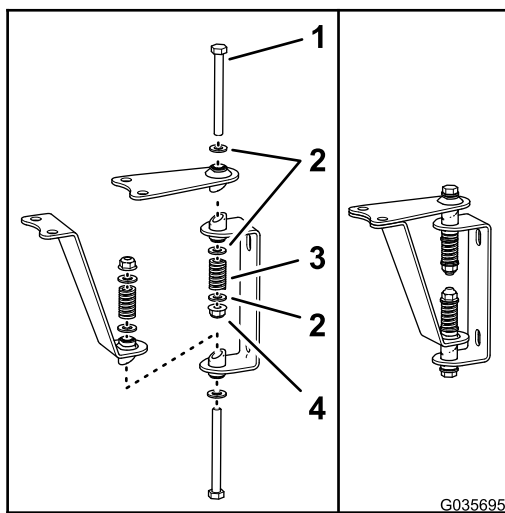
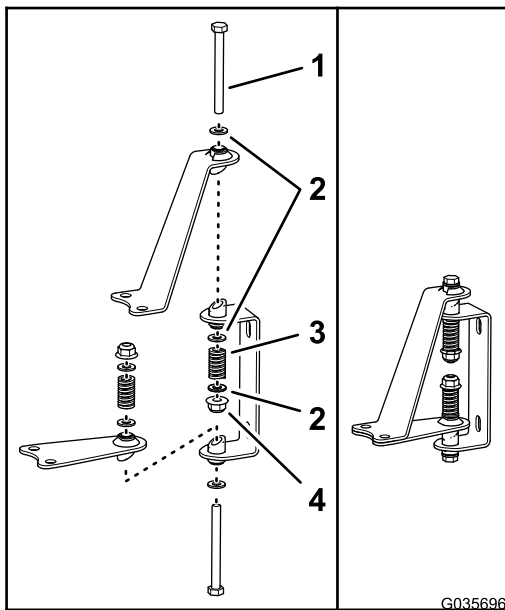

Figura 4
Figura 5
- Introduzca los pernos a través de las aberturas de los tubos soldados con bisagras, de las bisagras y de las pletinas, tal y como se muestra en la Figura 4 o la Figura 5.
5. Instale una arandela plana sobre el extremo expuesto de cada perno (Figura 4 o Figura 5).
6. Instale un muelle en el extremo de cada perno (Figura 4 o Figura 5).
7. Instale una arandela plana y una contratuerca en el extremo de cada perno (Figura 4 o Figura 5) y apriete las contratuercas hasta que no quede holgura en el muelle.